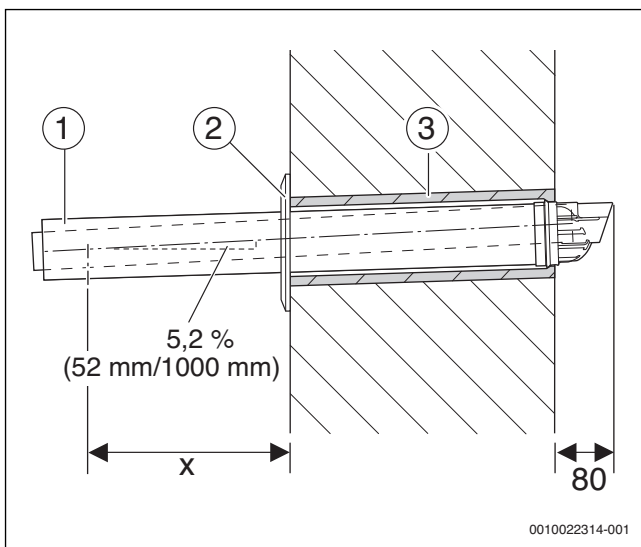
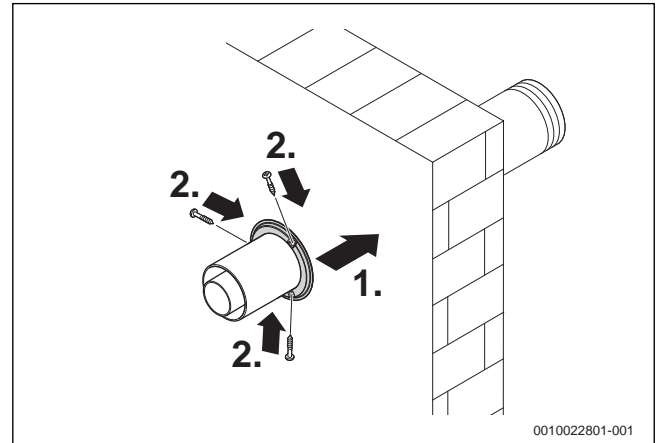
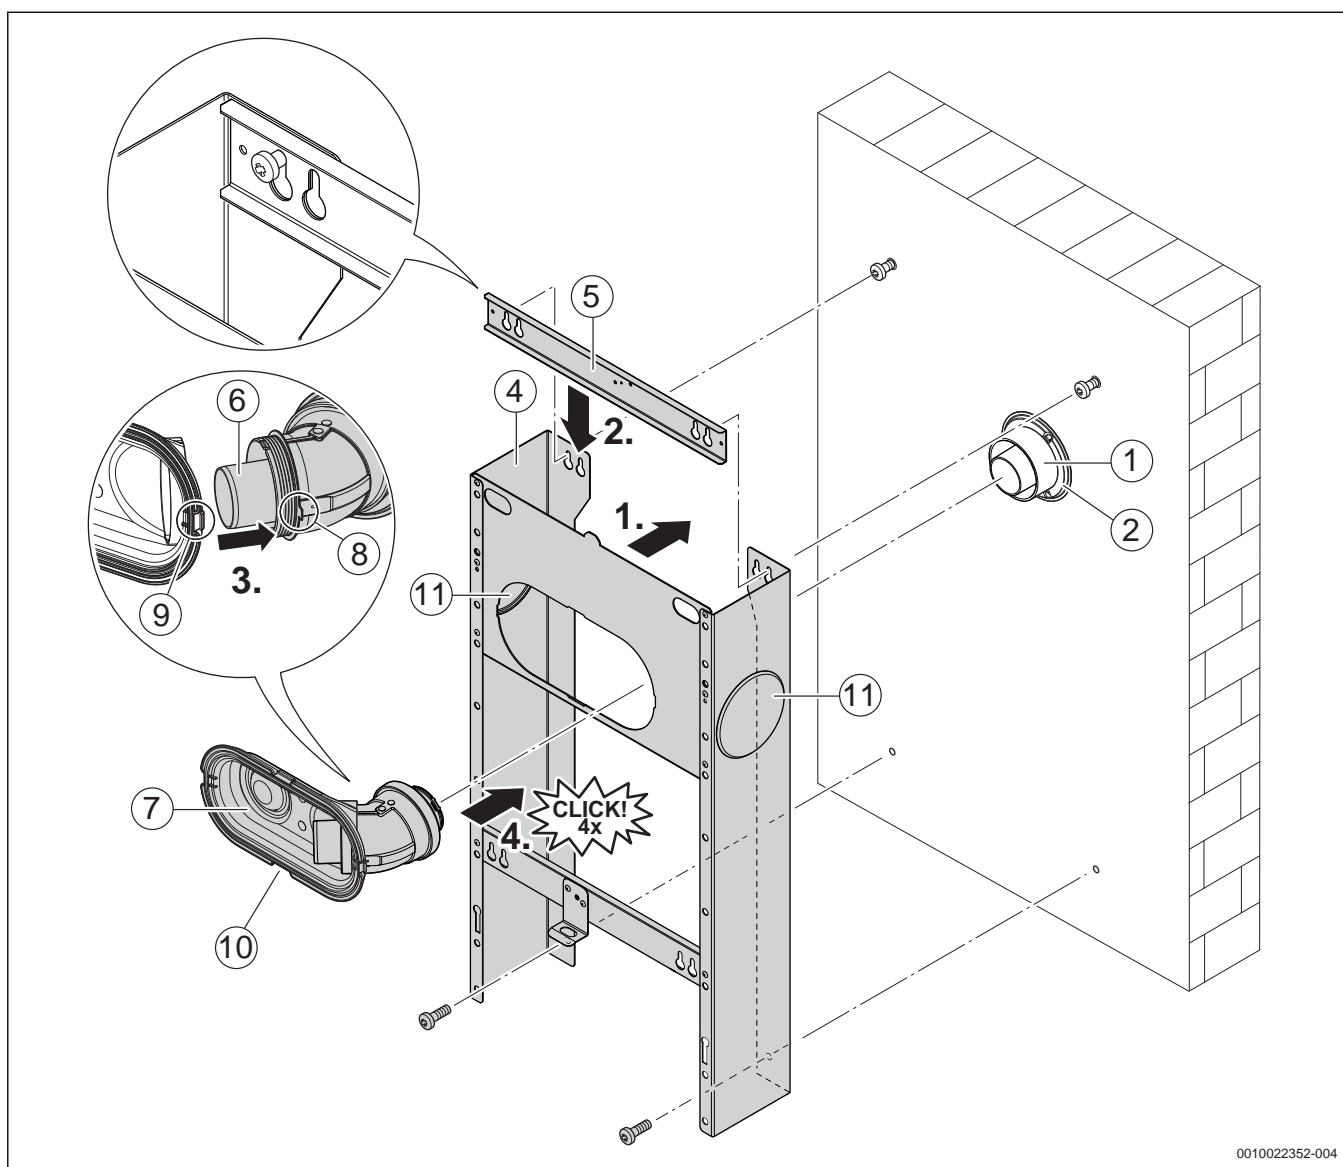

Bild 15 Montage mit Außenrohr der alten Abgasführung
Bild 16 Blende am Abgasrohr montieren
Bild 17 Montagerahmen aufhängen, Abgasanschluss hinten (exemplarisch: Montage an Befestigungspunkten C)
- ▶ Auf dem Abgasrohr das Maß $x = 47 \text{ mm}$ (\rightarrow Bild 15) anzeichnen.
- ▶ Blende ([2], Bild 15) montieren und mit den mitgelieferten Schrauben am Abgasrohr fixieren.
- ▶ Blende ([2], Bild 17) auf das Abgasrohr ([1], Bild 17) schieben.
- ▶ Blende ([2], Bild 17) mit den mitgelieferten Schrauben am Abgasrohr fixieren (\rightarrow Bild 16).
- ▶ Montagerahmen ([4], Bild 17) mit Verstärkungstraverse [5] an den 2 Schrauben oben aufhängen.
- ▶ Bogen ([6], Bild 17) auf Flansch ([7], Bild 17) montieren, wobei die Zunge ([8], Bild 17) am Bogen exakt in der Aussparung ([9], Bild 17) am Flansch liegen muss.
- ▶ Bogen und Flansch zusammen auf das Abgasrohr [1] stecken und am Montagerahmen mit Hilfe der 4 Klammern ([10], Bild 17) einrasten.
- ▶ Abdeckung ([11], Bild 17) an der Seite des Montagerahmens entfernen, um Loch für Abgasrohr freizulegen.
- ▶ Das neue Abgasrohr ([1], Bild 15) bis zum Anschlag ins Außenrohr ([3], Bild 15) einschieben.
- ▶ Blende ([2], Bild 15) montieren und mit den mitgelieferten Schrauben am Abgasrohr fixieren (→ Bild 16).
- ▶ Montagerahmen ([4], Bild 17 und 20) auf Abgasrohr schieben und zusammen mit Verstärkungstraverse ([5], Bild 17 und 20) an den 2 Schrauben oben aufhängen.
- ▶ Blende ([2], Bild 17) mit den mitgelieferten Schrauben am Abgasrohr fixieren (→ Bild 16).